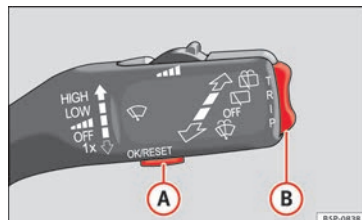
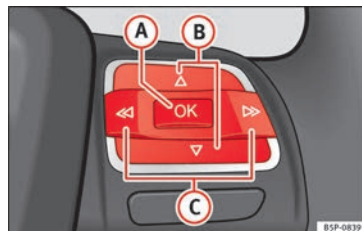

Fig. 36 Alavanca do limpavidros: botões de controlo.
Fig. 37 Comandos no volante: botões de controlo.
- Para aceder ao menu «Configuração», pressionar o botão **(C)** » » Fig. 37 até visualizar o menu no visor. Já está dentro deste menu.
- Para mudar de uma memória para a outra, pressione brevemente o botão **A** » **Fig. 36 » Página 54** do manípulo do limpa-vidros ou o botão **OK** do volante multifunções » **Fig. 37 » Página 54** com a ignição ligada.
No indicador multifunções pode consultar os seguintes dados acionando o botão basculante **B** » **Fig. 36 » Página 54** do manípulo do limpa-vidros ou pressionando o botão **A** o **V** » **Fig. 37** do volante multifunções*: